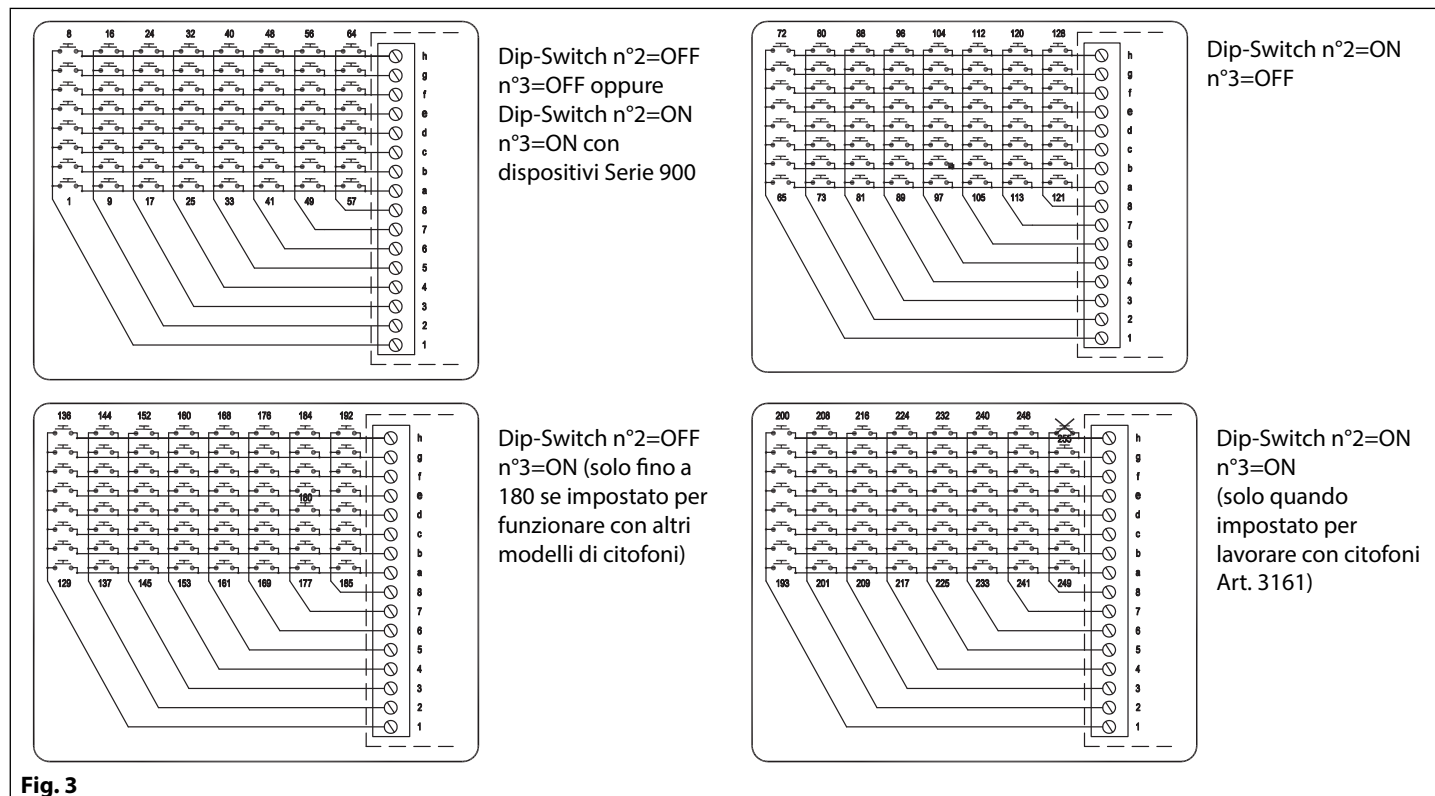

Fig. 3
- Collegare il comune pulsanti del modulo ad uno dei morsetti dell'Art. 2203 contrassegnati dai numeri da "1" ad "8" in base agli identificativi citofono che si desidera vengano generati dai pulsanti (es. con i Dip-switch nr.2 e 3 entrambi ad OFF e collegando il comune pulsanti al morsetto "1", sono disponibili gli ID CITOFOONO da 1 ad 8, collegandolo al "2" quelli da 9 a 16 e così via come mostrato in Fig. 2 e Fig. 3);
- Collegare ciascun pulsante del modulo ad uno dei morsetti contrassegnati dalle lettere da "a" ad "h" in base all'ID CITOFOONO che si desidera associare al pulsante (es. con i Dip-switch nr.2 e 3 entrambi ad OFF e con il comune pulsanti connesso al morsetto "2", collegare il pulsante al morsetto "a" per avere l'ID CITOFOONO 9, al "b" per il 10 e così via come mostrato in Fig. 2 e Fig. 3).